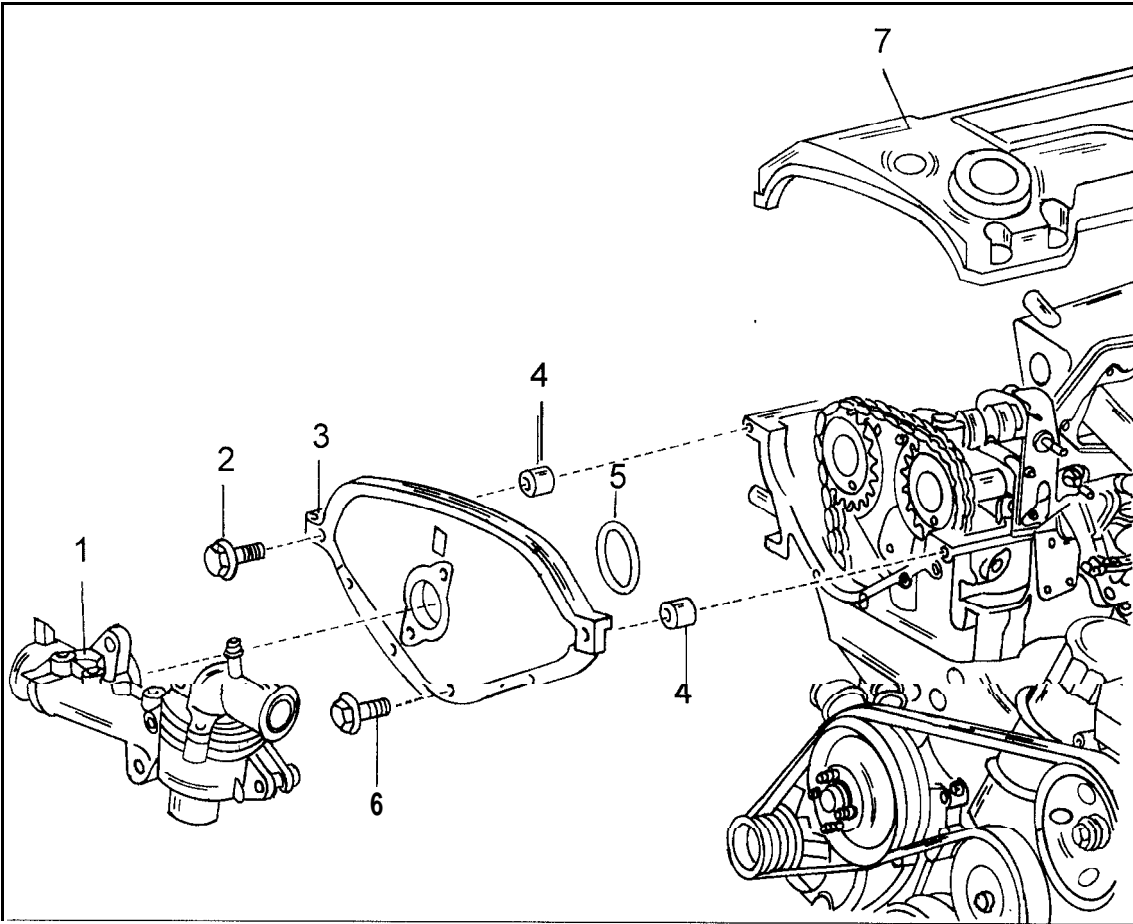

Bild 34
Bild 34 zeigt Einzelheiten zum Aus- und Einbau des Deckels. Zum Ausbau des oberen Steuergehäusedeckels müssen die Zylinderkopfhaube und das Thermostatgehäuse ausgebaut sein. Der Deckel deckt das Kettengehäuse an der Oberseite ab und wird mit Dichtungsmasse (Omnifit FD1 0) montiert. Bild 35 zeigt den Deckel von der Aussenseite.
Der obere Steuerdeckel von vorn gesehen. Die Zahlen entsprechen den Angaben in Bild 34. Der Kühlmittelschlauch ist mit (8) bezeichnet.